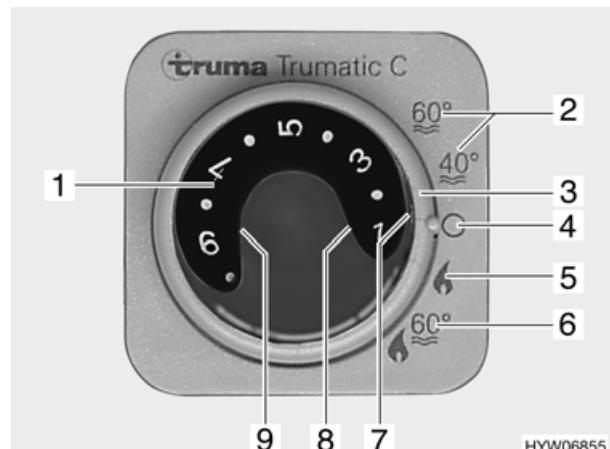

Fig. 68 Centralina di controllo per riscaldamento boiler
- Impostare la modalità di funzionamento tramite l'interruttore girevole (Fig. 68,3):
- Funzionamento estivo "40 °C" o "60 °C" (Fig. 68,2)
- Funzionamento invernale "Riscaldamento senza boiler" (Fig. 68,5)
- Funzionamento invernale "Riscaldamento e boiler" (Fig. 68,6)
- Spento (Fig. 68,4)
A seconda della temperatura ambiente desiderata, il riscaldamento seleziona automaticamente il livello del bruciatore necessario. Al raggiungimento della temperatura ambiente desiderata, il bruciatore si spegne. Durante la modalità di funzionamento "Riscaldamento e boiler" (Fig. 68,6) è riscaldata anche l'acqua nel boiler. Nella modalità di funzionamento "Riscaldamento senza boiler" (Fig. 68,5) è possibile far funzionare il riscaldamento con il boiler vuoto.
- Impostare la manopola della temperatura (Fig. 68,1) sulla centralina di controllo scegliendo la temperatura desiderata.
- Posizionare l'interruttore girevole (Fig. 68,3) su funzionamento invernale "Riscaldamento senza boiler" o "Riscaldamento e boiler".
Si accende la luce spia verde (Fig. 68,7).
- Posizionare l'interruttore girevole (Fig. 68,3) su "Spento" (Fig. 68,4).